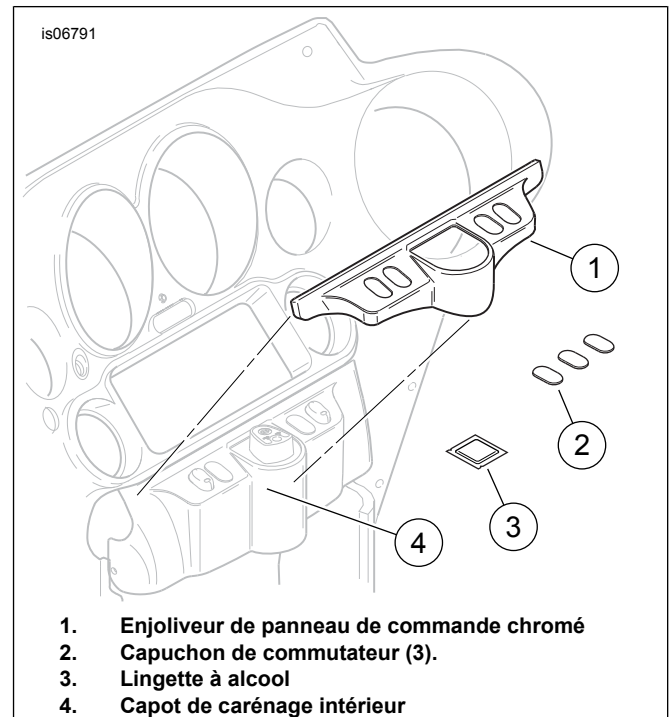

Figure 1. Installation de l'enjoliveur de panneau de commande
1. Voir Figure 1. Prendre la lingette d'alcool (3) du kit. Ouvrir l'emballage et utiliser la lingette pour nettoyer avec soin toute la saleté et la graisse du dessus et des côtés du capot de carénage intérieur (4).
2. Sur le dos de l'enjoliveur chromé (1), avec un ongle, frotter les doublures de support adhésif pour activer l'adhésif. Décoller les deux doublures du support adhésif de l'enjoliveur chromé.